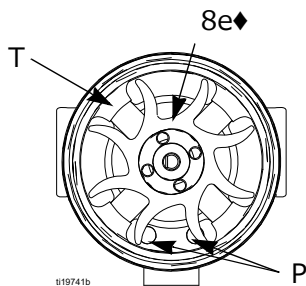

図 28. ファンの向き
7. ファンの端が上向き状態で、コイルアセンブリ (8a) を作業台で保持します。マイナスドライバを使用して、ファン (8e) をシャフト (S) から引き離します。
10. 新しい下のベアリング (8b1.) をシャフト (S) の長い側に取り付けます。ベアリングのより平たい側は、マグネット (M) の反対側に向ける必要があります。ベアリングブレードがコイル (8a) の表面に対して平坦になるように、コイルに取り付けます。
12. ファンの端が上向き状態で、コイルアセンブリ (8a) を作業台で保持します。ファン (8e.) をシャフト (S) の長い側に押し付けます。ファンの羽根の向きは、図 28 に示すとおりになっている必要があります。
13. コイルのピンをハウジングのスロットに揃えた状態で、コイルアセンブリ (8a) を注意しながらハウジング (8d.) の前面に押し付けます。3 線のコネクタ (PC) は、ハウジングのタブの広い側のノッチに合わせる必要があります。
14. ファン (8e) を回して、その羽根がハウジングの後部にある 4 つのベアリングタブ (T) に当たらないようにします。下のベアリング (8b1) のブレードがタブの位置に合っていることを確認してください。